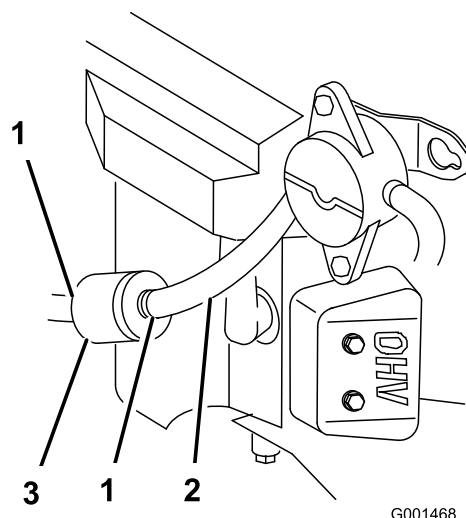

Figura 41
5. Cierre la válvula de cierre de combustible (Figura 41).
6. Apriete los extremos de las abrazaderas y deslícelas por el tubo alejándolas del filtro (Figura 41).
8. Instale un filtro nuevo y acerque las abrazaderas al filtro (Figura 41).
3. Cierre la válvula de cierre de combustible (Figura 41).
4. Afloje la abrazadera cerca del filtro de combustible y deslícela por el tubo, alejándola del filtro de combustible (Figura 41).
5. Desconecte el tubo de combustible del filtro de combustible (Figura 41).
Nota: Deje fluir la gasolina a una lata u otro recipiente apropiado (Figura 41).
7. Instale el tubo de combustible en el filtro de combustible. Acerque la abrazadera al filtro de combustible para fijar el tubo de combustible (Figura 41).